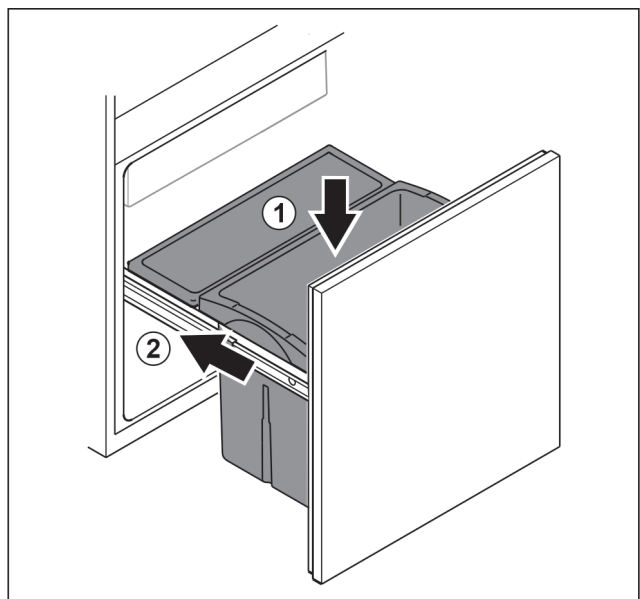

Fig. 154
- Insérer le tiroir par le haut. Fig. 154 (1)
- Introduire le chariot coulissant. Fig. 154 (2)